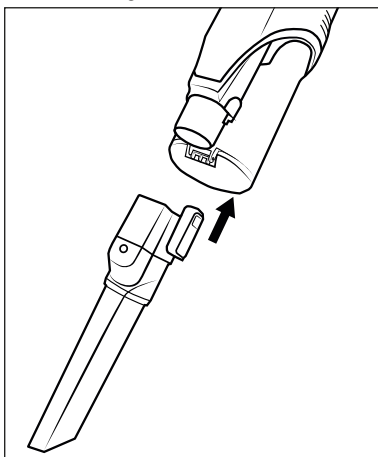

Fig. 14
- Utilizzare la bocchetta a spazzola rotonda ①④ con setole dure per lo sporco ostinato nei tappeti grezzi oppure per abitacoli molto sporchi. L'accessorio spazzola può essere staccato dalla bocchetta per aspirare ad esempio inserti tondi o vani portaoggetti in auto.
- ◆ Infilare gli accessori sul tubo di aspirazione 24 oppure sull'apertura di aspirazione dell'apparecchio fino a quando non si innestano in posizione con un clic (vedere fig. 14). Assicurarsi che siano posizionati e fissati correttamente.